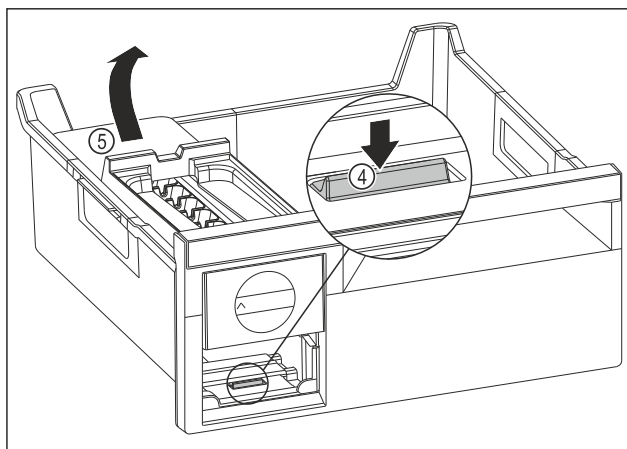

Fig. 104
- Vyjmutí korpusu EasyTwist-Ice: Lamelu Fig. 104 (4) zatlačte prstem směrem dolů a zároveň nadzvedněte druhou rukou korpus EasyTwist-Ice Fig. 104 (5) zezadu.